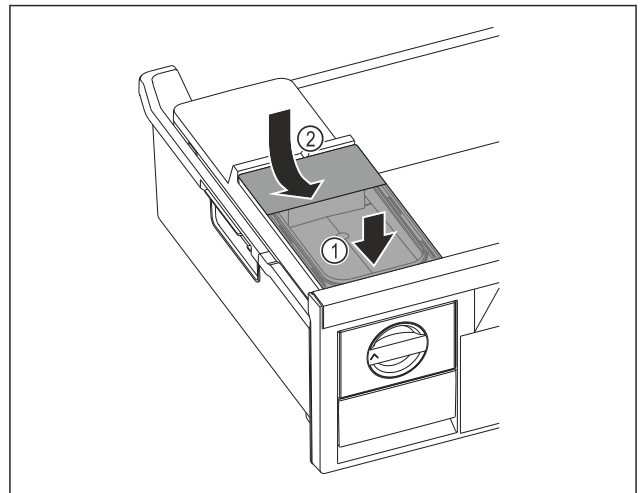

Fig. 72
- ▶ Nádržku na vodu nasadte vpredu. Fig. 72 (1)
- ▶ Nádržku na vodu spustite vzadu. Fig. 72 (2)